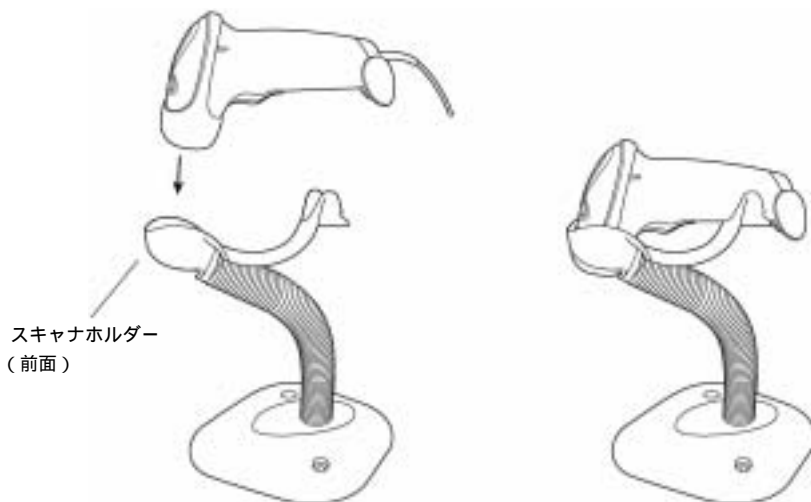

図 2-7. スキャナをスタンドに取り付けて使用する
2. スキャナをオプションのインテリスタンドに取り付けます。スキャナの前部をスタンドの「ホルダー」に差し込んでください(図 2-7 参照)。